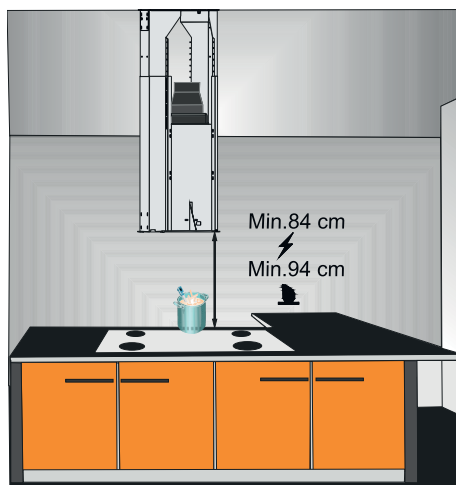

Fig. 9
- La distanza fra il blocco motore e la stufa deve essere di 94 cm per il gas e di 94 cm per i modelli elettrici (Fig. 9).